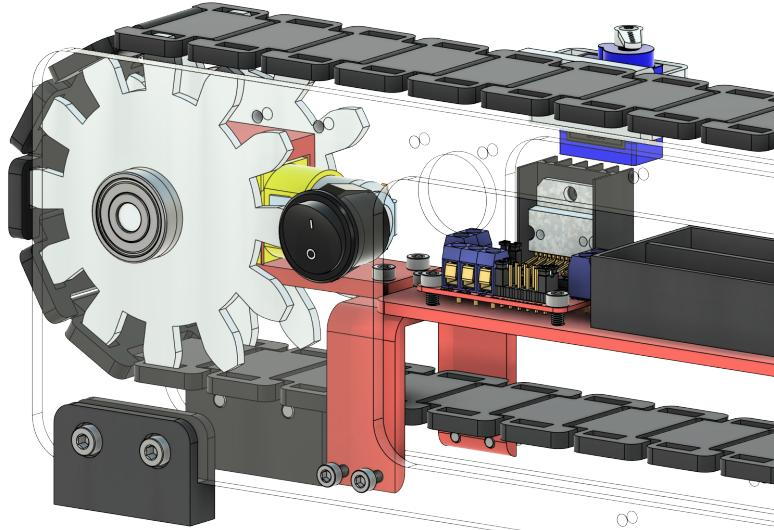

Figura 16: Interruptor (switch) SPST de 2 pines incorporado al ensamble.
**IMPORTANTE:** En este paso, se debe conectar el interruptor SPST de 2 pines utilizando el cable previamente reservado, conectándolo al polo positivo de las pilas para controlar la alimentación de la correa transportadora. A su vez, pasar las conexiones de los servomotores por el orificio opuesto al soporte del switch, asegurándose de que todos los cables queden orientados hacia el frente de la correa para su posterior conexión. El interruptor colocado en la perforación de 20mm se muestra en la Figura 16.